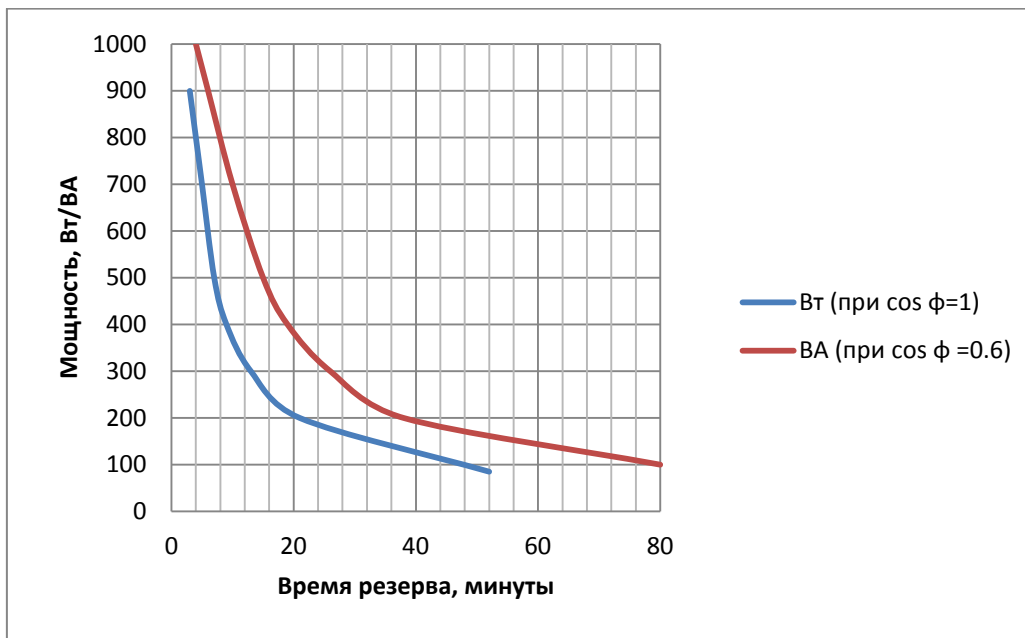

Рис.1
1.2.29 Примерное время работы в резервном режиме от установленных АБ 1209С в зависимости от потребляемой мощности и характера нагрузки приведено на рис.1.